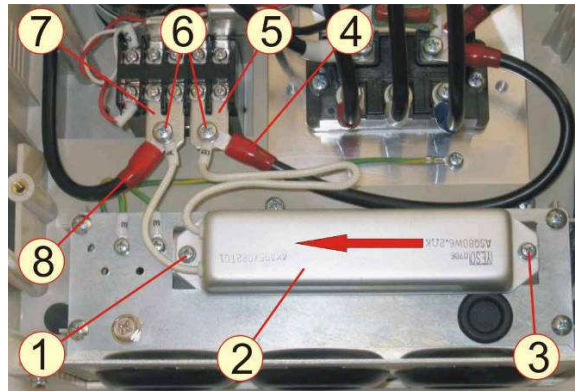

Рис.6.7
**6.6.1** Отсоединить выводы А и В резистора 2 и наконечники проводов 8 и 4 от шин 7 и 5, выкрутив винты 6 (рис.6.7). Положить винты в тару.
**6.6.2** Ослабить винт 3, выкрутить винт 1, сдвинуть резистор 2 по направлению стрелки и снять его (рис.6.7). Положить винт и резистор в тару.